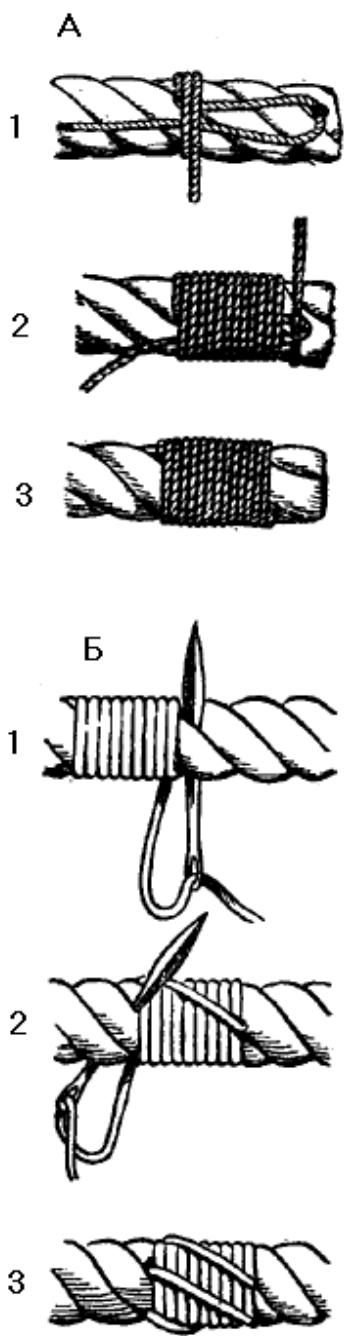

Рис. 56. Марки:
**Простая марка** (рис. 56,а) накладывается таким образом: парусную нитку кладут петлей на конец троса и более длинным, свободным концом делают 10—20 шлагов в сторону петли; пропустив ходовой конец нитки в петлю, протаскивают его под шлаги до середины марки, а концы обрезают.
**Прошивная марка** (рис. 56,б) делается точно так же, но более длинный из оставшихся после протаскивания конец нитки не обрезают, а, вдев его в иголку, прошивают марку, стягивая ее с двух сторон. Иголку при этом пропускают последовательно под каждую прядь. Прошивная марка не распускается и служит дольше, чем простая.